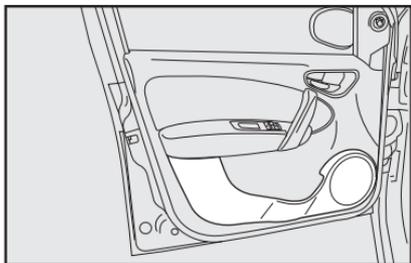

fig. 74
- En los paneles de las puertas **fig. 74;**